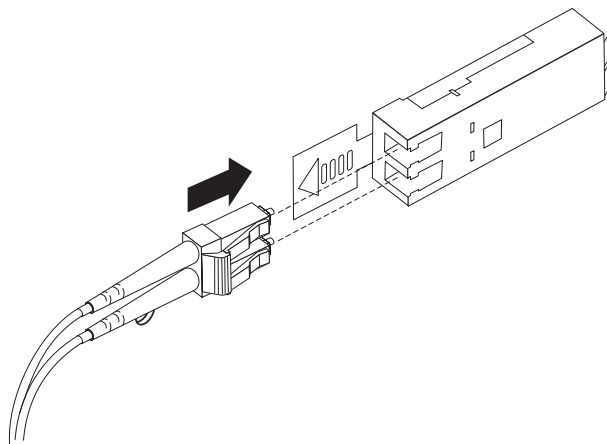

図 20. LC-LC ファイバー・チャンネル・ケーブルを SFP モジュールに挿入する
4. LC-LC ケーブルのキャップを外した端を、FAStT EXP700 にインストールされている SFP モジュールに注意深く挿し込みます。SFP モジュールに正しく挿入されるようにケーブル・コネクタをしっかりと締めます。コネクタを持ち、29 ページの図 20 に示すように、所定の位置に収まるまでケーブルを押し入れず。